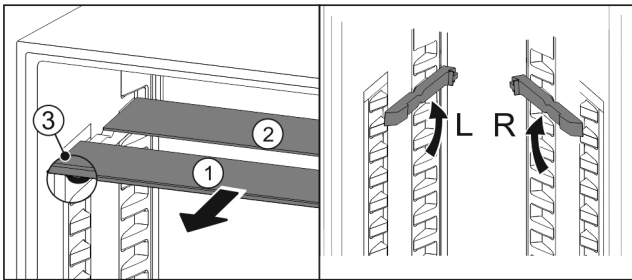

Fig. 26
- По одной извлеките Fig. 26 (1) стеклянные панели движением вперед.
- ▷ Стеклопанель Fig. 26 (1) с декоративной планкой лежит спереди.
- ▷ Стопоры Fig. 26 (3) показывают вниз.